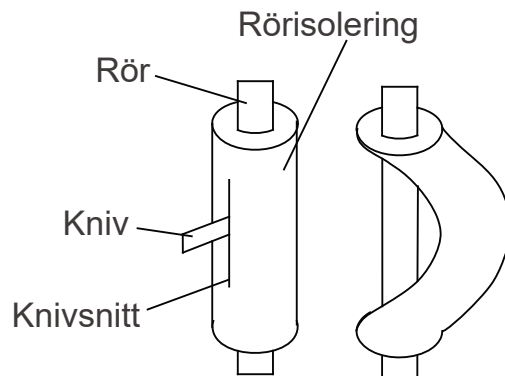

Fig. 11
4. Böj inte röret med isoleringen på. Röret kommer att knäckas. Skär upp isoleringen med en vass kniv enligt Fig.11.